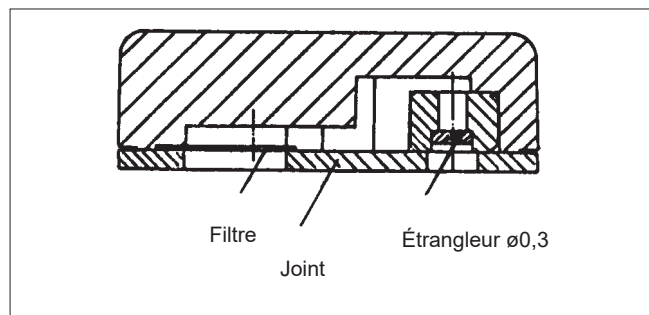

Fig. 16. Bloc étrangleur (24)
Déposer le ressort (40) et desserrer les vis (23). Déposer la molette de réglage du zéro, la vis (15) et l'écrou (16). Remplacer les membranes (13, 14). Voir Fig. 16. Observer la position de la volute des membranes.